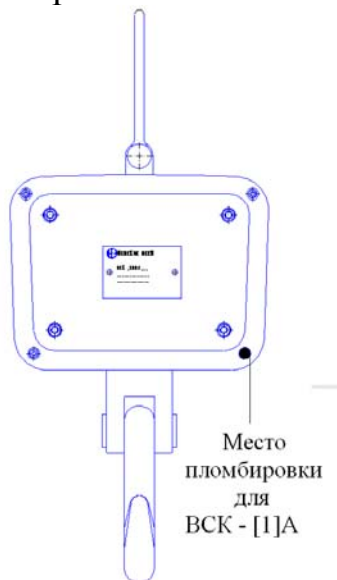

Рисунок 3 Схема пломбировки весов ВСК от несанкционированного доступа
5.2 Наличие оттиска поверительного клейма проверяют при периодической поверке. Место нанесения оттиска поверительного клейма указано на рис. 3.